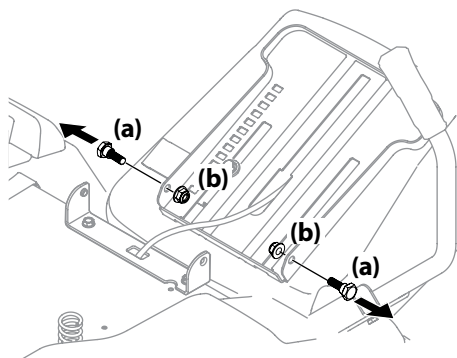

Figura 2-3
- Quite los dos tornillos con reborde (a) y las tuercas de seguridad (b) con brida del contenedor del asiento tal como se muestra en la Figura 2-3.